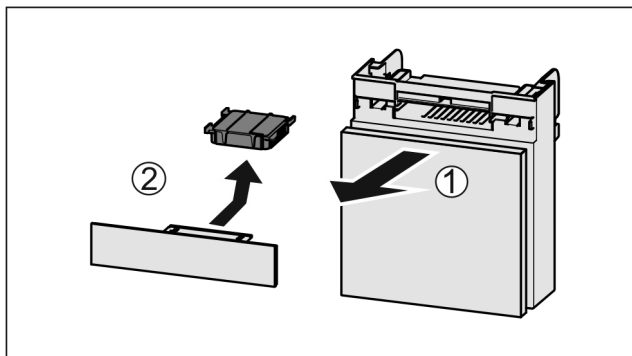

Fig. 141
- Extraire le compartiment par l'avant Fig. 141 (1).
- Sortir le filtre à charbon actif Fig. 141 (2).